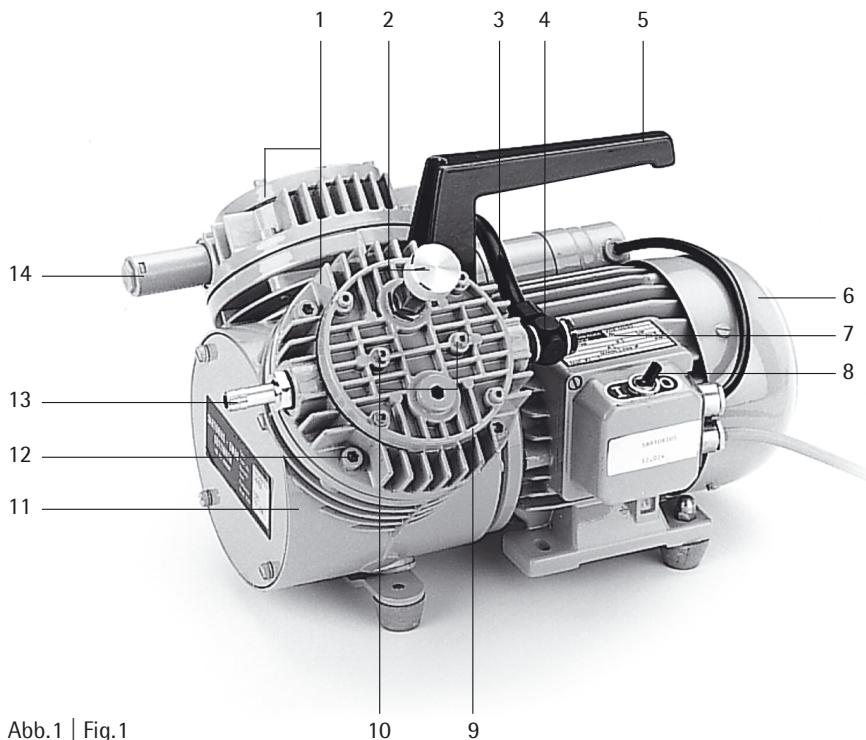

Abb.1 | Fig.1
3.1 Auswechseln der Membrane (s. Abb.1).
3.1 Changing the Diaphragm (see Fig.1).